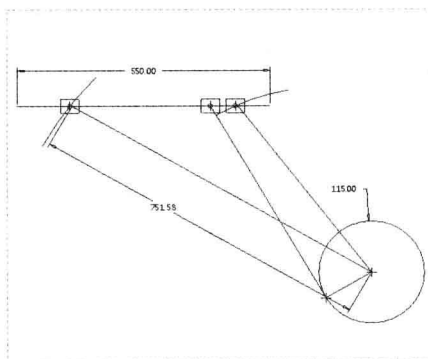

图 3-61 图形文件
Step 01 按【Ctrl+O】组合键，打开图形文件，如图 3-61 所示。